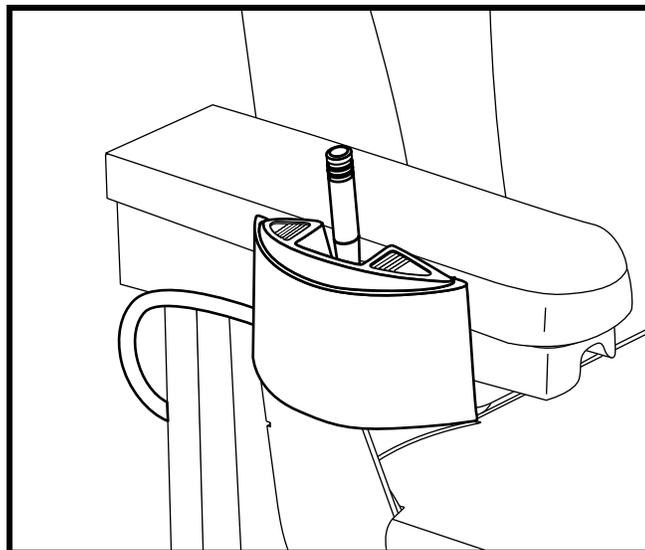

Figure 21. Bouton du siège électrique
1. Pesez sur l'avant du commutateur pour faire monter le siège. **Voir la figure 21.**